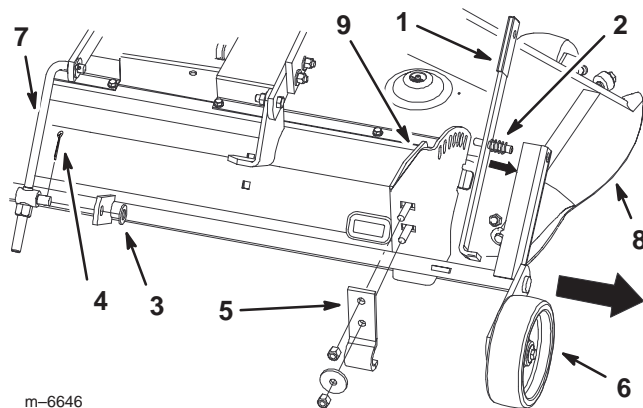

Figure 10
1. Retirez la goupille fendue et la rondelle de la biellette réglable arrière (Fig. 10).
2. Déposez le support de roue arrière du plateau de coupe (Fig. 10).
3. Faites coulisser l'ensemble roue arrière vers la droite, en direction du côté éjection latérale (Fig. 10).
4. Déposez le levier de sélection de hauteur de coupe existant et le ressort du plateau de coupe (Fig. 10).
5. Montez le nouveau levier de sélection de hauteur de coupe et le ressort existant sur l'ensemble roue (Fig. 10).
6. Faites coulisser l'ensemble roue arrière vers la gauche, et engagez le levier de sélection de hauteur de coupe dans le support de hauteur de coupe (Fig. 10).
7. Montez la goupille fendue et la rondelle sur la biellette réglable arrière (Fig. 10).
8. Montez le support de roue arrière sur le plateau de coupe (Fig. 10).